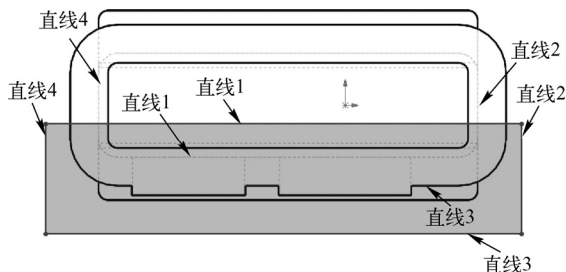

图 9-54 绘制矩形并添加几何关系
① 绘制矩形并添加几何关系。选择菜单栏中的“工具”→“草图绘制实体”→“矩形”命令，或单击“草图”控制面板中的“边角矩形”按钮，绘制箱盖安装孔凸台的矩形轮廓，添加几何关系使草图矩形中的上底边“直线 1”与下箱体外边线“边线 1”共线，“直线 2”与“边线 2”共线，“直线 3”与“边线 3”共线，“直线 4”与“边线 4”共线，如图 9-54 所示。